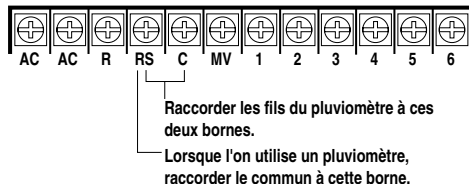

Fig. 2
2. Raccorder un fil à la borne RS et l'autre à la borne C (Figure 2).